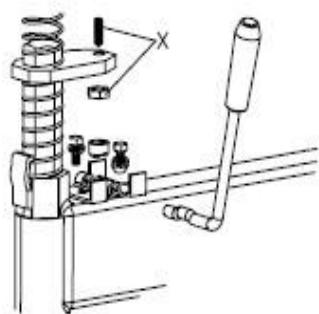

Fig. 17
Si le bras hexagonal vertical n'est pas bloqué ou s'il n'y a pas une distance de 2-3 mm entre la tête de montage/démontage et la jante, ajustez la plaque de blocage hexagonale en vous reportant à la figure 17 et ajustez (X).